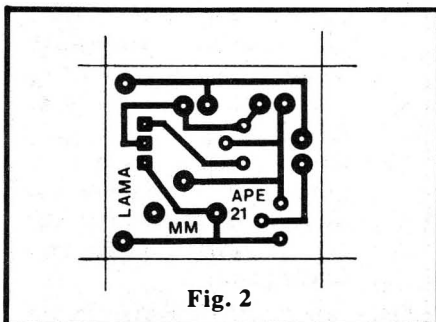

Fig. 2
- **FIG. 2 - Lay out** do Circuito Impresso específico para a montagem da LAMA. O padrão é muito simples, incapaz de "assustar" mesmo a quem vai tentar a confecção da sua **primeira placa**. Como o desenho está em tamanho natural (escala 1:1) pode ser copiado diretamente sobre a face cobreada de um fenolite virgem, usando-se decalques próprios, ou tinta ácido-resistente, executando-se, em seguida, os necessários procedimentos de corrosão na solução de perclorato de ferro, limpeza, furação, etc. Quem quiser "moleza" pode ainda adquirir a LAMA na forma de KIT completo (ver anúncio em outra parte da presente APE) que inclui, além de todos os componentes relacionados na LISTA DE PEÇAS (menos OPCIONAIS/DIVERSOS...), a plaquinha já pronta, furada, protegida por verniz e com o "chapeado" da montagem demarcada em **silk-screen** pelo lado não cobreado,